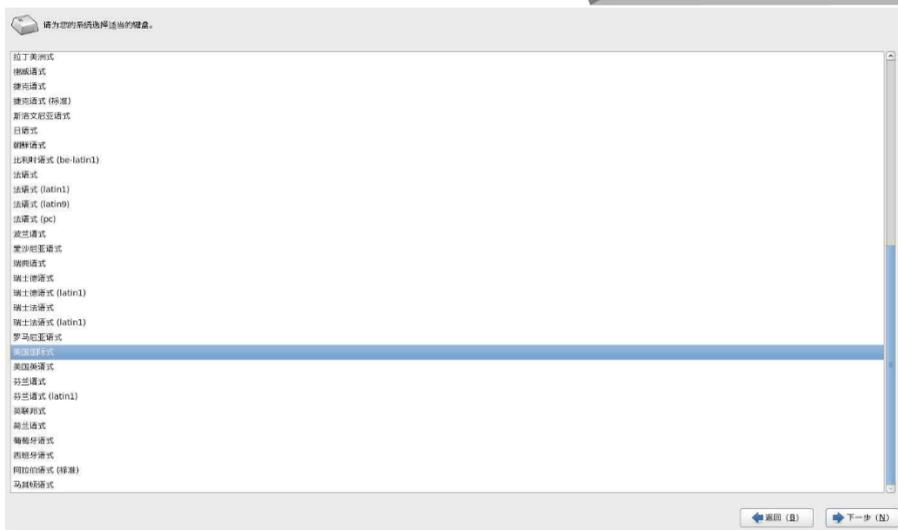

图 6-23
- f. 单击 Next 后，进入键盘的选择，选择默认“美国国标式”。如图 6-23 所示。